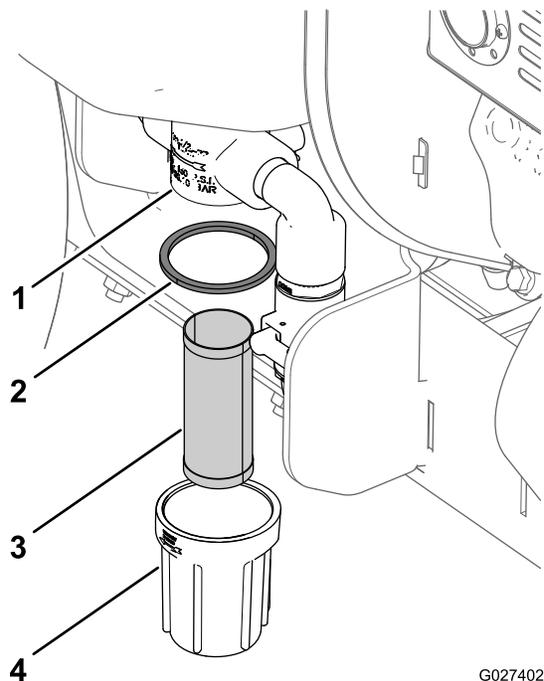

Figura 52
4. Gire la taza del filtro en sentido antihorario y retire la taza y el filtro del cuerpo del filtro (Figura 52).
- Instale el filtro en el cuerpo del filtro (Figura 52).
- Instale la junta y la taza del filtro en el cuerpo del filtro y apriete la taza a mano (Figura 52).